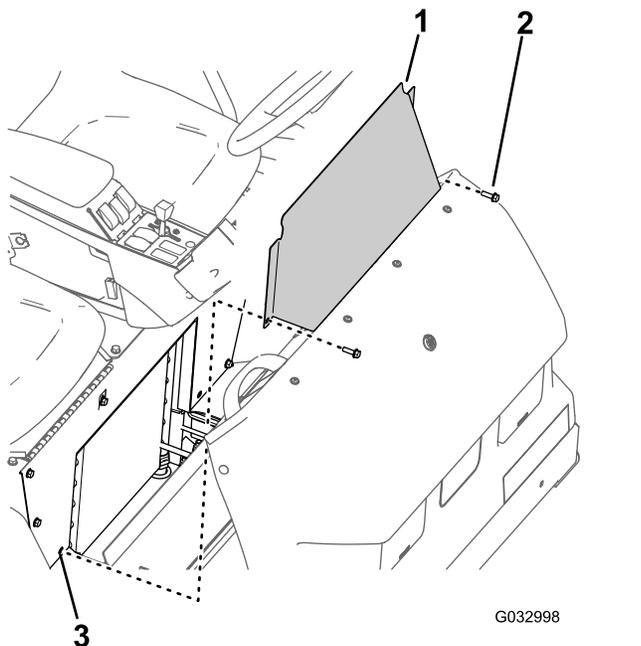

Figura 65
1. Retire los 2 pernos con arandela prensada que sujetan el panel de acceso de la base del asiento a la base del asiento (Figura 65).
2. Retire el panel de acceso de la base del asiento de la máquina (Figura 65).
1. Alinee los taladros del panel de acceso de la base del asiento con los taladros de la base del asiento (Figura 65).
2. Monte el panel de acceso de la base del asiento en la base del asiento con los dos pernos con arandela prensada (Figura 65) que retiró en el paso 1 de Retirada del panel de acceso de la base del asiento (página 54).